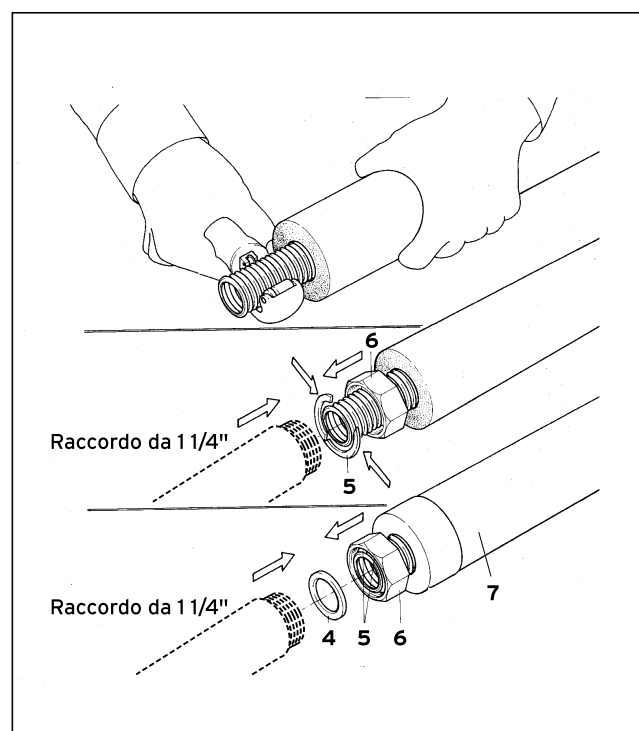

Fig. 9: Come si accorcia il tubo ondulato
- Posizionare il boiler nella posizione desiderata e in caso di necessità collegare (vedi fig. 9) i tubi ondulati accorciati ai 1 1/4" dadi di raccordo (6) e alle semi-rondele (5) in dotazione.